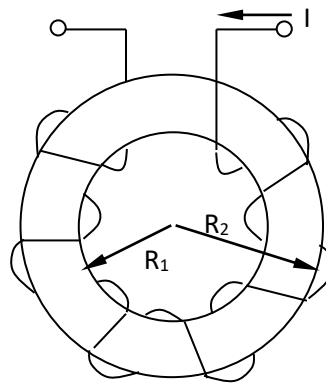

Рис. 1.13
1. Делаем рисунок, поясняющий условие задачи (рис. 1.13).